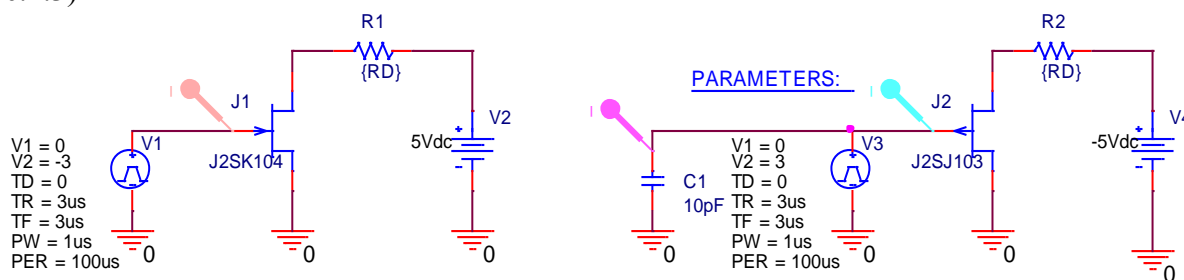

Рис.1.3. Схемы моделирования емкости затворов полевых транзисторов
1.3.Начертить в тетради схему моделирования компенсации нелинейности проводимости **p**-канального полевого транзистора (рис.1.3.p)
1.4. Начертить в тетради схемы моделирования емкости затворов полевых транзисторов (рис.1.3)
2.5. Составить схему моделирования емкости затворов полевых транзисторов (рис.1.3).